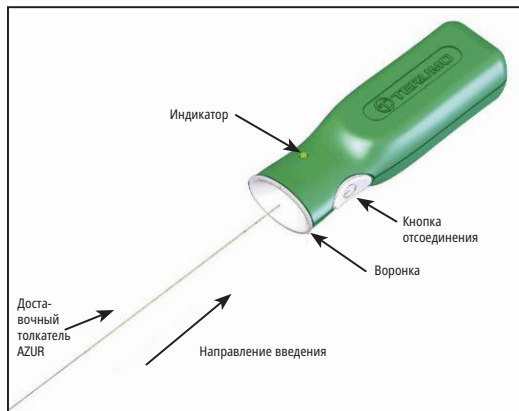

Рисунок 2. Контроллер отсоединения AZUR
14. Прежде чем использовать изделие, извлеките проксимальный конец доставочного толкателя из упаковочного кольца. Следите за тем, чтобы не загрязнить этот конец доставочного толкателя посторонними веществами, такими как кровь или контрастный раствор. Плотнo вставьте проксимальный конец доставочного толкателя в воронкообразную часть контроллера отсоединения AZUR. См. рис. 2. **Пока что не нажимайте кнопку отсоединения.**
34. Подсоедините проксимальный конец доставочного толкателя к контроллеру отсоединения AZUR, плотно вставив проксимальный конец доставочного толкателя в воронкообразную часть контроллера отсоединения AZUR. См. рис. 2.